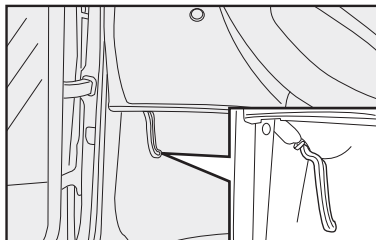

fig. 66
- 1) puxar a alavanca **fig. 66**.